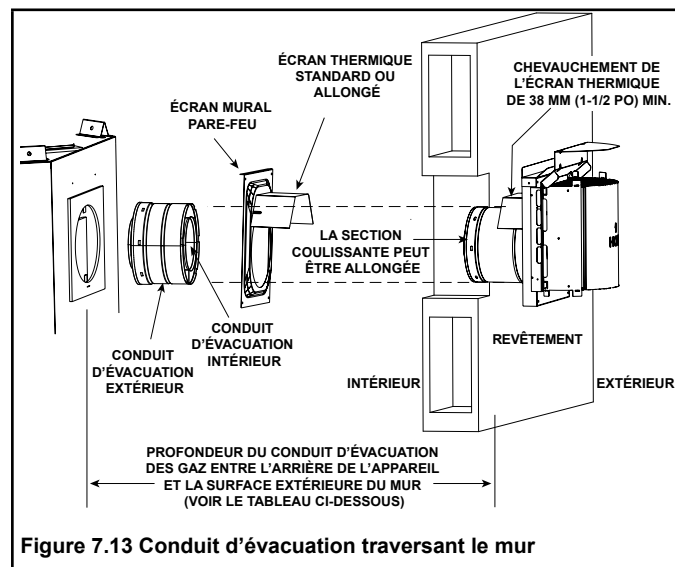

Figure 7.13 Conduit d'évacuation traversant le mur
- **NE PAS** enlever les écrans thermiques fixés à l'écran mural pare-feu et à l'extrémité du terminal horizontal (présenté à la figure 7.13).
L'écran thermique est en deux parties. L'une des parties a été fixée à l'écran mural pare-feu lors de la fabrication. L'autre partie a été fixée à l'extrémité du terminal lors de la fabrication. Voir la figure 7.13.